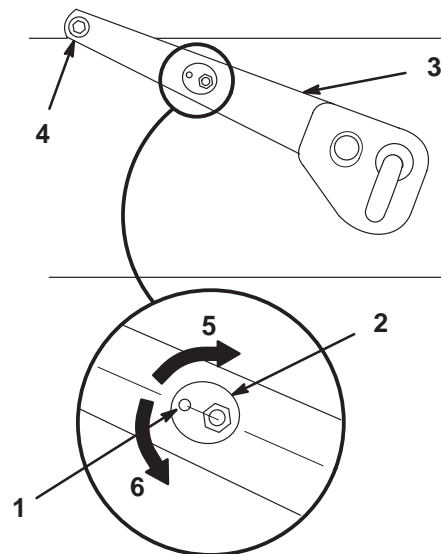

Figure 19
1. Vérifiez que les deux cames de réglage sont orientées avec l'indicateur dirigé vers le point de pivot à l'arrière du tracteur (Fig. 19).